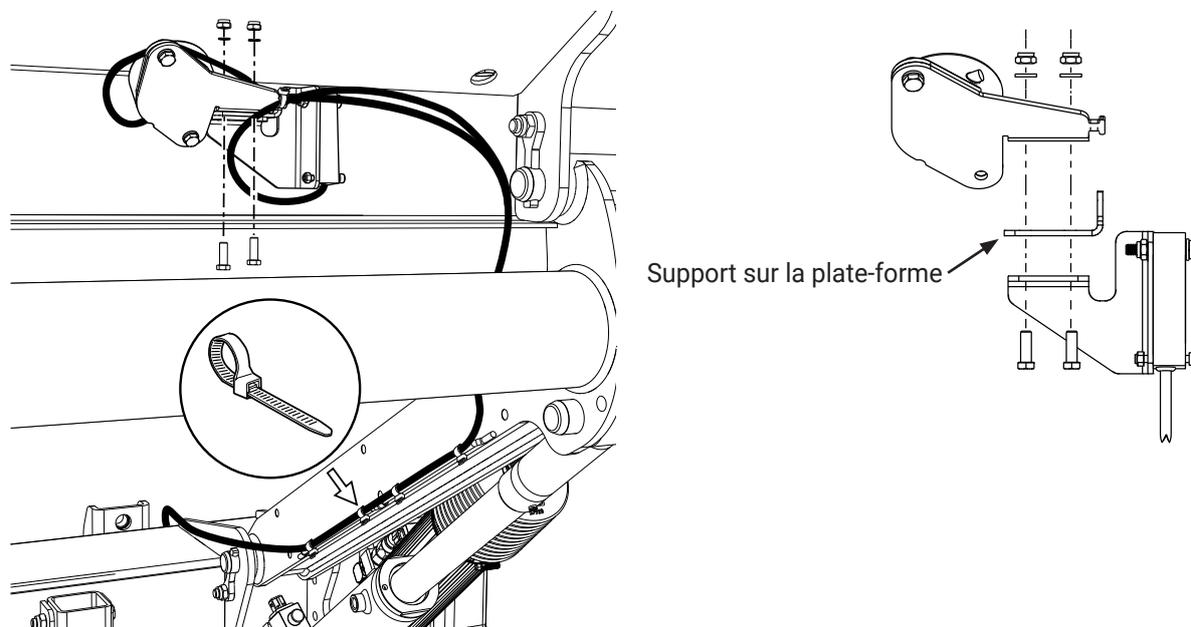

Figure 58. Capteur d'angle de montage pour ouverture / fermeture automatique
1. Monter le capteur angulaire sur la plate-forme, utiliser les vis, écrous et rondelles fournis et fixer le câble avec des attaches de câble, voir Figure 58